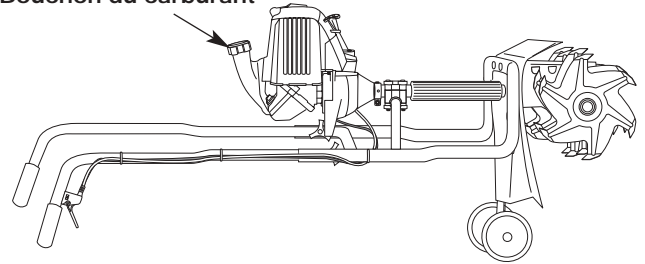

Fig. 9
1. Déposez le bouchon à essence (Fig. 9). Retirez l'étiquette du col du réservoir de carburant.
**NOTE** : Remplissez le réservoir ou ajoutez du carburant seulement lorsque le cultivateur est à l'horizontale (Fig. 9).